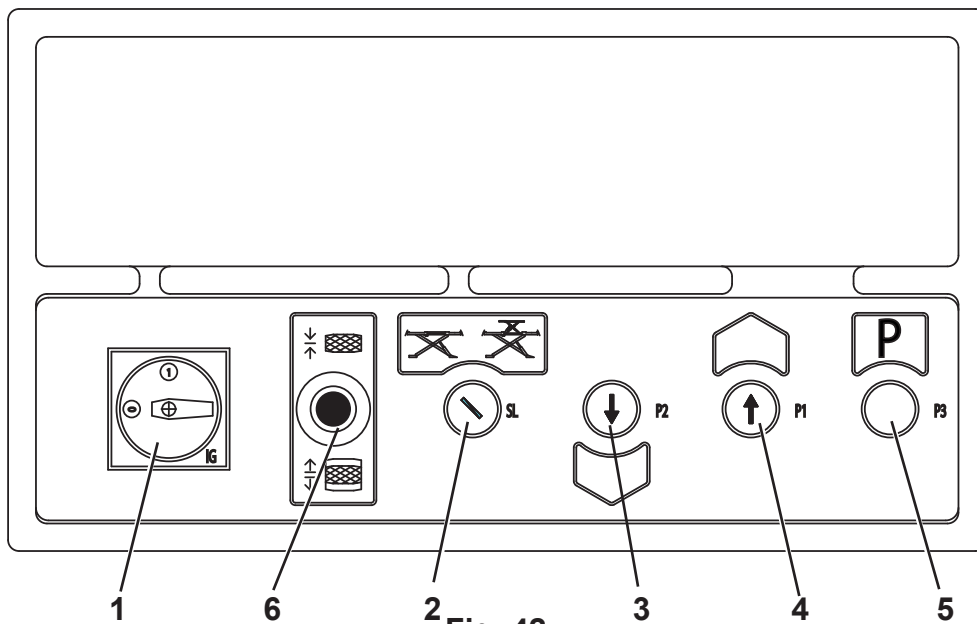

Fig. 42
**Salita.** (Rif. Fig.42) Interruttore generale (1) in posizione 1. Selettore (2): posizione 0 attivazione sollevatore principale. Selettore (2): posizione 1 attivazione sollevatore integrato. Premere il pulsante di salita (4) fino al raggiungimento dell'altezza voluta.
**Discesa.** Premere il pulsante di discesa (3) (il ponte sale brevemente per disinserire gli arpioni di arresto, poi scende).
**Up -** (Ref. Fig. 42) Master switch (1) in position 1.
**Heben.** (Zu Abb. 42). Hauptschalter (1) in Schaltstellung "1" setzen. Wählschalter (2): Schaltstellung "0" Inbetriebsetzung der Hebebühne. Wählschalter (2): Schaltstellung "1" Inbetriebsetzung des Achshebers.
**Montée.** (Réf. Fig. 42) Interrupteur principal (1) sur la position 1. Sélecteur (2): position 0, actionnement de l'élévateur principal.
**Subida.** (Ref. Fig.42) Interruptor general (1) en posición 1.